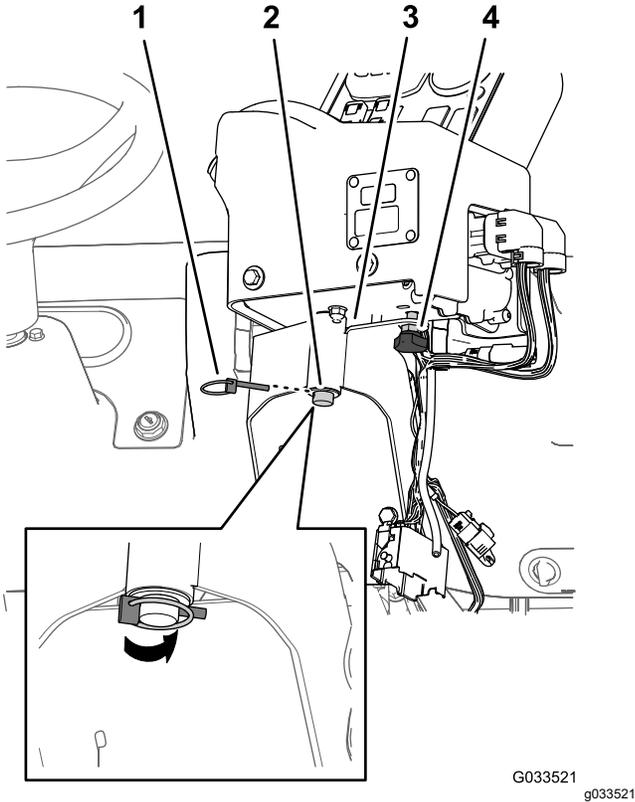

Рисунок 19
2. Установите управляющую консоль на монтажный кронштейн пульта и закрепите ее с помощью ранее снятого штифта с пружинным зажимом (**Рисунок 19**).
3. Установите ручку и затяните ее для предотвращения поворота консоли во время работы (**Рисунок 19**).